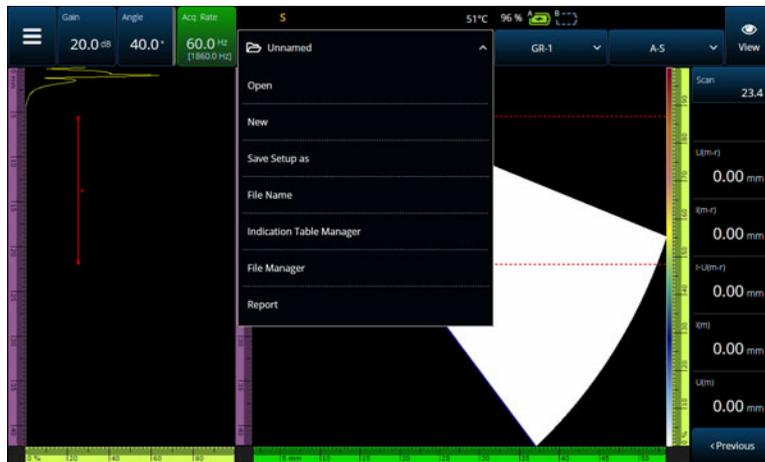
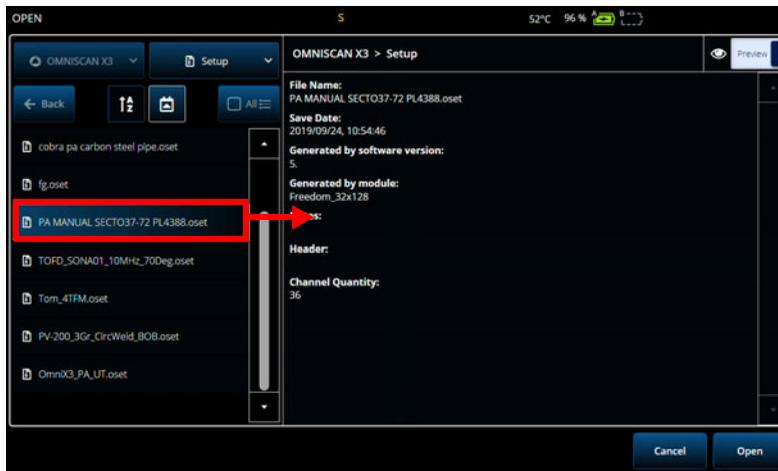

Figura 6-1 Menu File (arquivo)
Figura 6-2 Menu Open (abrir)
As configurações e dados de inspeção são mantidos e organizados através de arquivos, e apresentados em relatórios. Você pode usar o menu **File** (arquivo) para acessar vários parâmetros de arquivo, a ferramenta **Report** (relatório) e o **File Manager** (gerenciador de arquivos) (Figura 6-1 na página 201).
- Para salvar seu arquivo de configuração, selecione **Save Setup As** (salvar configuração como) no menu **File** (arquivo) (Figura 6-1 na página 201).
- Para nomear seu arquivo de dados, selecione **Save Data As** (salvar dados como) no menu **File** (arquivo). Você pode salvar o arquivo posteriormente pressionando a tecla Save (salvar) (S) localizada logo acima da tecla Ligar/Desligar (Power). Qualquer uma das opções abrirá o prompt para salvar o arquivo. Digite o nome base no campo. Para salvá-lo como está, selecione **File Increment=None** (incremento do arquivo = nenhum). Se você quiser adicionar um número ou um carimbo de data/hora após o nome do arquivo base, escolha uma das opções. O nome do arquivo final pode ser visto na **Preview** (pré-visualização). Por fim, se você escolher um incremento de arquivo diferente de nenhum, você pode opcionalmente desmarcar **Prompt every time** (sempre perguntar) para auto-incrementar o arquivo após cada salvamento sem passar por este prompt toda vez que você pressionar a tecla Save (salvar) (S).
- Para abrir um arquivo, selecione **Open** (abrir) no menu **File** (arquivo) (Figura 6-1 na página 201) e depois escolha o diretório no qual o arquivo está localizado. Você pode abrir o arquivo de configuração ou o arquivo de dados selecionando o tipo de arquivo. Você também pode classificar os arquivos em ordem alfabética ou por data usando o ícone **Filter** (filtro) e pré-visualizar o arquivo selecionado (Figura 6-2 na página 202).